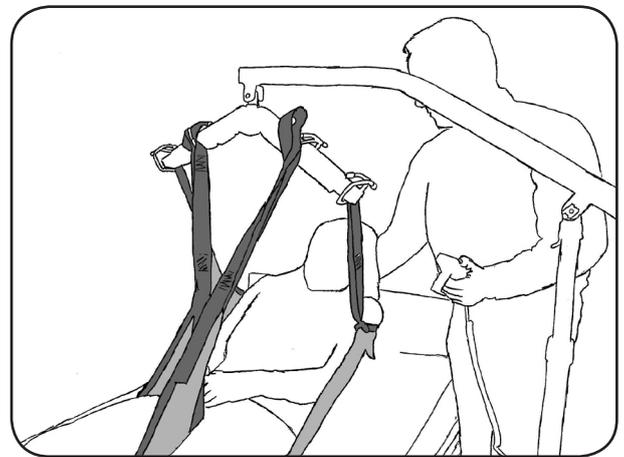

Abb. 8.2.03 - Anheben des Patienten
12. Heben Sie den Patienten mit dem aks-Patientenlifter an (Abbildung 8.2.03). Beobachten Sie dabei den Patienten und die Straffung des Liftergurtes. Korrigieren Sie gegebenenfalls den Sitz des Liftergurtes durch erneutes Ablassen des Patienten und Verschieben der ungünstig sitzenden Teile des Liftergurtes. Beobachten Sie während des gesamten Hebevorganges ständig den Patienten und den Sitz des Liftergurtes. Heben Sie den Patienten nur so hoch wie nötig.